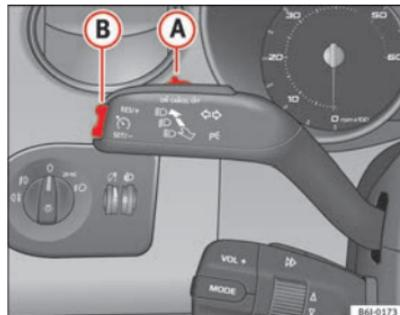

Abb. 103 Blinker- und Fernlichthebel: Schalter und Wippe für die Geschwindigkeitsregelanlage ▶
- Schieben Sie den Schalter → Seite 152, Abb. 103 **A** nach links auf **ON**.